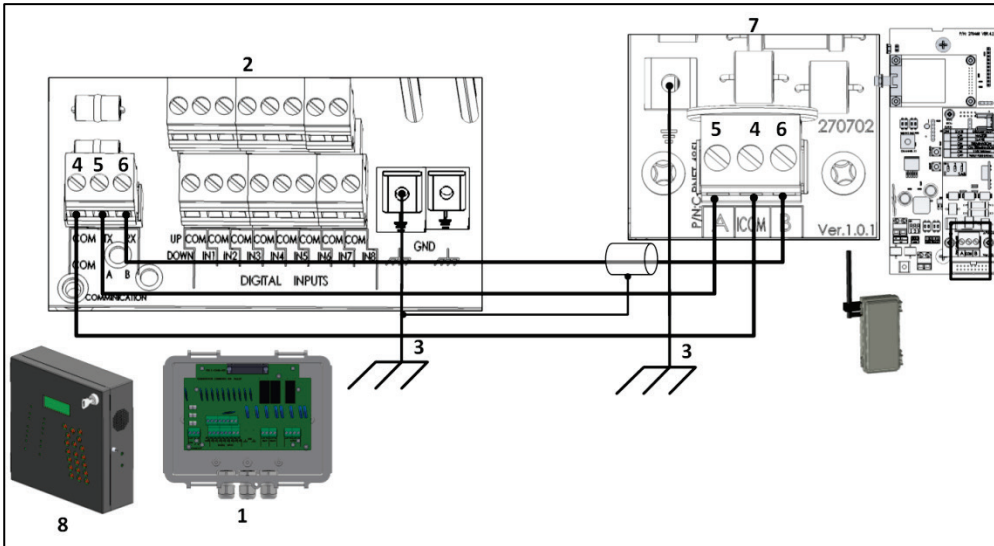

Figura 23: Cableado de una Communicator External Box a un RLINK One-485
- El mástil de la antena debe ser de metal y conectado a tierra de acuerdo con los estándares profesionales (Figura 23 - Figura 29).
- Figura 23: Cableado un USB RS-485 al RLINK One
Figura 23 clave